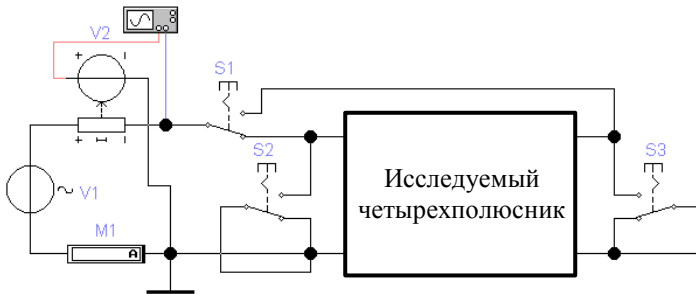

Рис. 9
3.9. Соберите схему для измерения параметров холостого хода и короткого замыкания четырехполосника (рис. 9). Для управления ключом S1 назначьте клавишу «Пробел» (опция «Space» на закладке «Value» в окне свойств элемента). Для ключа S2 – букву «I» (Input). Для ключа S3 – букву «O» (Output).